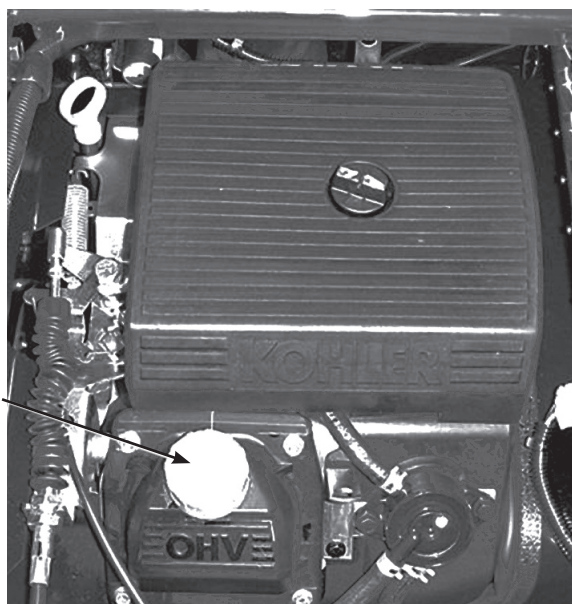

図32
8. 所要量の約 80% のオイルを補給口 (図32) から入れる。